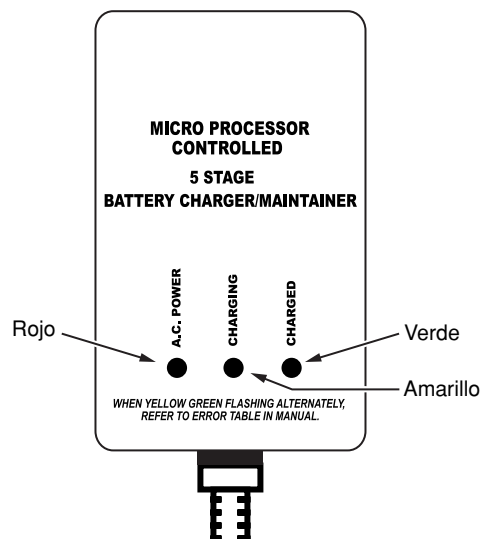

Figura 10 – Tablero DEL DB10018T-01
4. Con el cargador debidamente conectado y enchufado, el tablero en la parte delantera del cargador indicará uno de los estados ilustrados en la Figura 10.